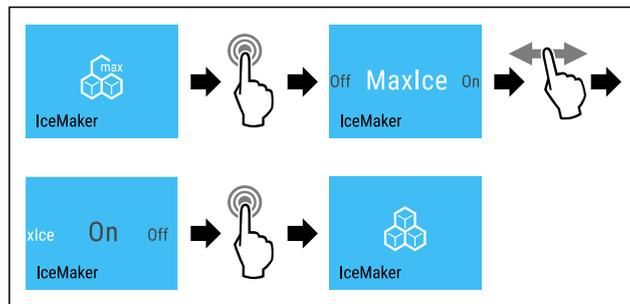

Fig. 22
- ▶ Handlungsschritte (siehe Fig. 22) durchführen.